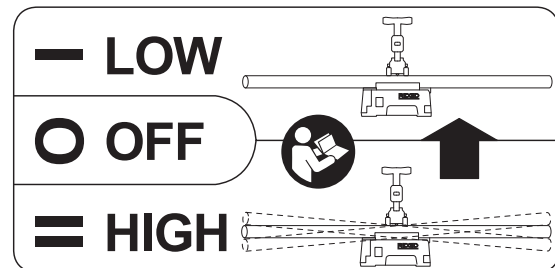

Abbildung 8 – Geschwindigkeitsaufkleber
- Positionieren Sie den Fußschalter wie in Abbildung 8 gezeigt, um eine korrekte Bedienerposition zu ermöglichen.
Der Elektro-Rohrabschneider hat zwei Betriebsgeschwindigkeiten – NIEDRIG und HOCH, siehe Abbildung 8.